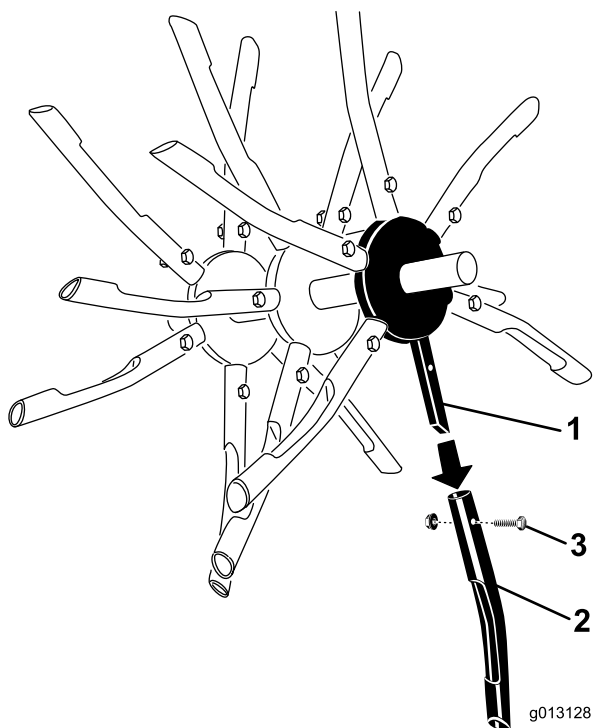

Figura 37
4. Si alguno de los taladros está dañado o roto, retire la tuerca y el perno que sujetan el taladro al conjunto de taladros (Figura 37).